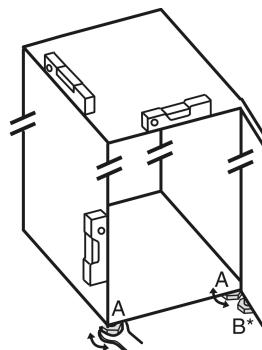

Fig. 5
- ▶ 用随附的开口扳手将垫脚 Fig. 5 (A) 借助水平仪旋出,直至稳固、平坦对齐冰箱。
- ▶ 使用随附的开口扳手旋出托架上的垫脚 Fig. 5 (B),直至垫脚平置于地板。
- ▶ 将垫脚 Fig. 5 (B)继续旋转 90°。